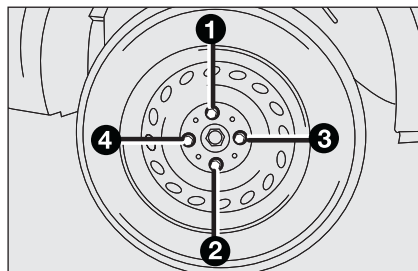

fig. 8
- ☐ apertar a fundo os parafusos, passando alternativamente de um parafuso ao diametralmente oposto, segundo a ordem ilustrada na **fig. 8**.
- ☐ utilizando a chave fornecida, apertar a fundo os parafusos segundo a ordem representada na **fig. 8**;